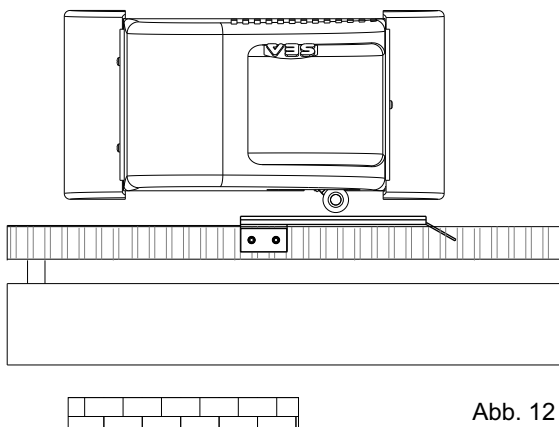
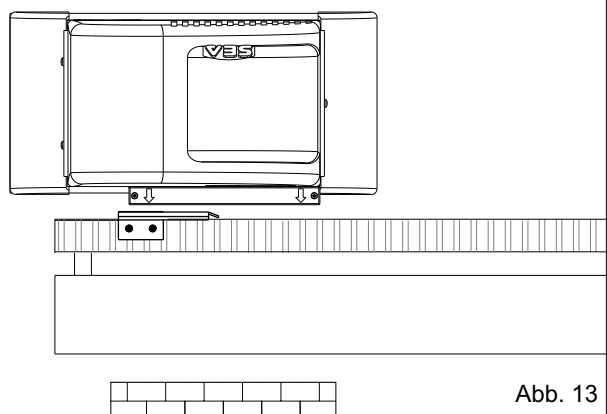
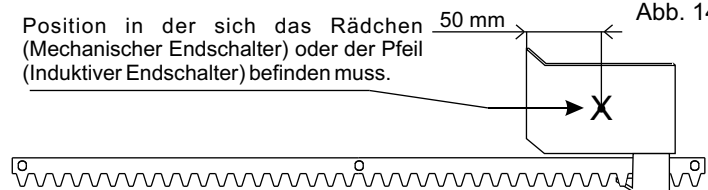
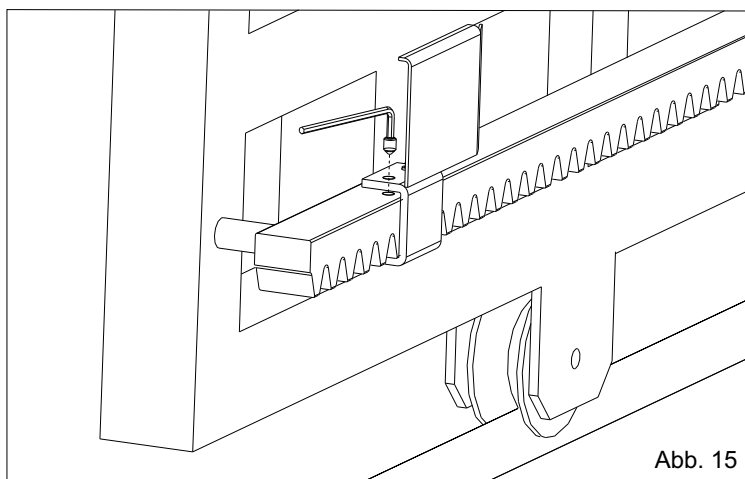

Abb. 12
Abb. 13
Abb. 14
Abb. 15
- Das Plättchen auf der Zahnstange so positionieren, dass der Endscharter (bei mechanischen Endschartern Metallplättchen (Abb. 12); Anzeigepfeil bei induktivem Endscharter (Abb. 13) auf der oberen Seite) dem Punkt X entspricht, der sich 50 mm von der geknickten Seite des Plättchens befindet (Abb. 14) und mit den mitgelieferten Schrauben befestigen (Abb. 15).
- Das Plättchen auf der Zahnstange so positionieren, dass der Endscharter dem Punkt X, der sich 50 mm von der geknickten Seite des Plättchens befindet entspricht (Abb. 14) und mit den mitgelieferten Schrauben befestigen (Abb. 15).